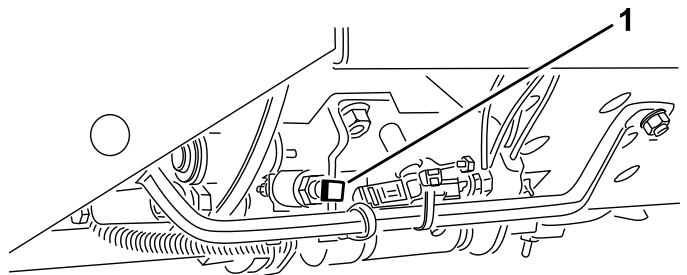

图 25
**重要事项** 剪草速度在出厂时设定为 9.7km/h。调节速度限位螺丝可以增加或降低剪草速度图 25。